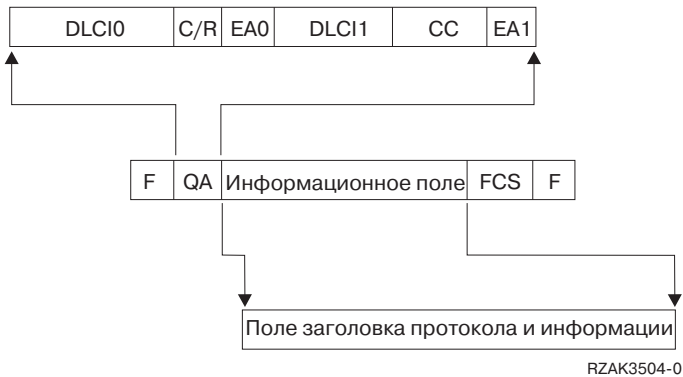

Рисунок 7. Формат кадра Базовых служб Frame Relay (FRCS)
На рис. 7 на стр. 18 показан формат кадра FRCS, включая поля в двухбайтовом поле адреса (QA) Q.922.